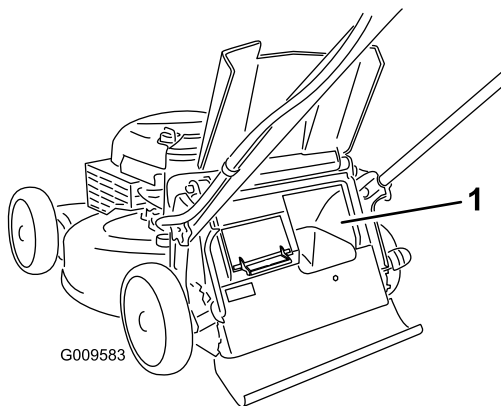

**Figura 23**
- Per raccogliere lo sfalcio e le foglie premete il pulsante che si trova sulla leva di comando del cesto e spostate in avanti la leva finché il pulsante non risale (Figura 23).